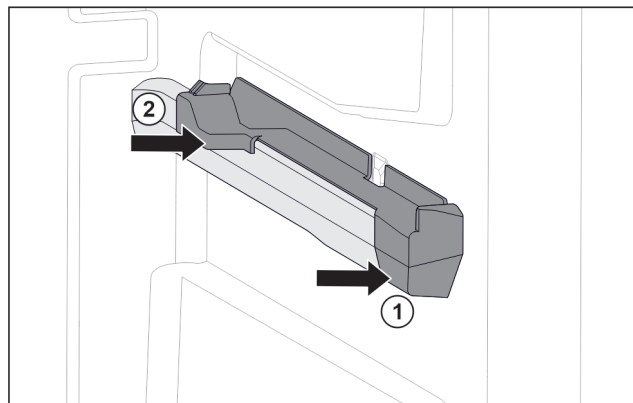

Fig. 32 Elemento inseribile sulla nervatura destra del contenitore
- ▶ Posizionare l'elemento inseribile sulla parte anteriore della nervatura del contenitore. Fig. 32 (1)
- ▶ Premere l'elemento inseribile sulla parte posteriore. Fig. 32 (2)